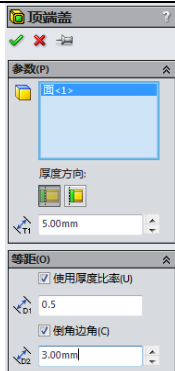

图 13-31 “顶端盖”属性管理器
- (1) 启动命令。单击“焊件”工具栏中的“顶端盖”按钮, 或执行“插入”→“焊件”→“顶端盖”菜单命令, 弹出“顶端盖”属性管理器, 如图 13-31 所示。